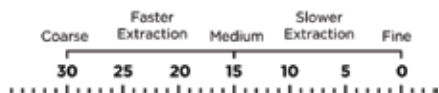

Abb. 3:
2. Der Bohnenbehälter hat Markierungen, die die Kaffeedicke anzeigen (siehe Abb. 3). Um die Mahlgrenze anzupassen, stellen Sie sicher, dass die gewünschte Einstellung auf dem Bohnenbehälter mit der Markierung auf dem oberen Deckel (wie in Abb. 4 gezeigt) ausgerichtet ist.